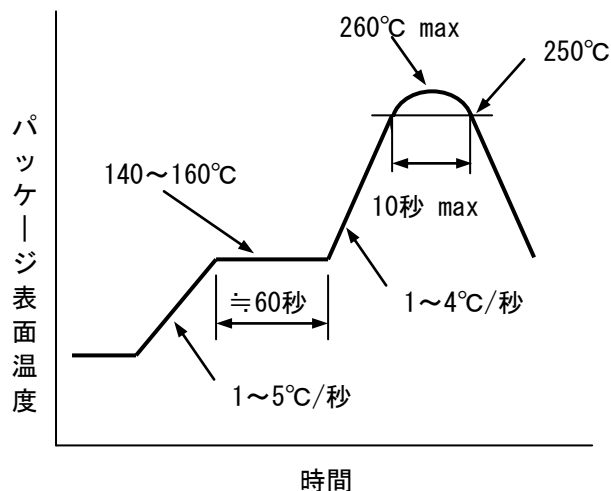

図7.1 赤外線リフロー及びエアリフロー推奨条件
- (10) 本製品は鉛フリー品です。リフローによる推奨実装条件を図7.1に示します。詳細は「高耐圧IC取扱説明書」を参照して下さい。
- (11) 本製品が駆動するスイッチング素子のゲートと本製品の出力端子の間に、抵抗やコンデンサ等を追加する場合や、ゲート容量の大きなスイッチング素子を使用した場合など、チャージポンプ電圧VCPが低下する場合があります。チャージポンプ電圧は上アーム駆動回路の電源であり、著しい電圧の低下は、本製品の発熱や電圧不足による誤動作を招く恐れがあります。